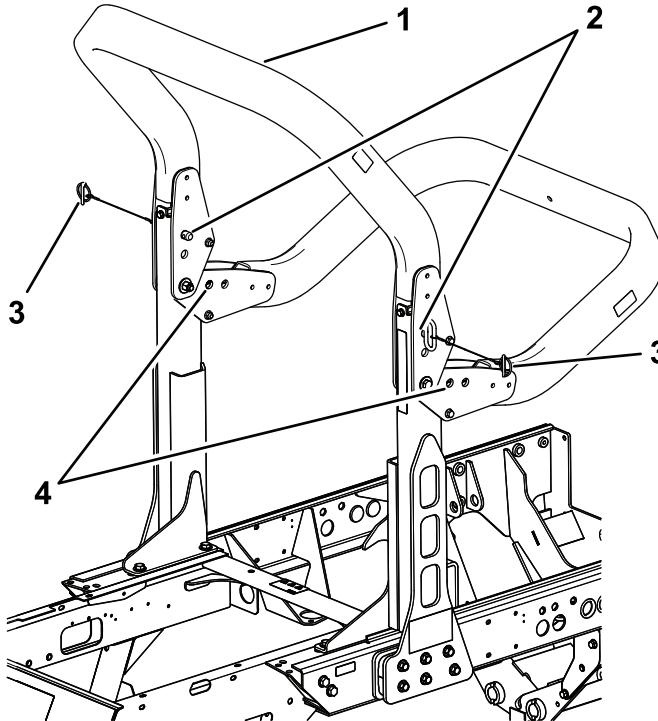

Bild 42
- Stützen Sie das Gewicht des oberen Rahmens ab, während Sie die Rastzungen und Lastösenbolzen von den Schwenkhalterung abnehmen (Bild 42).